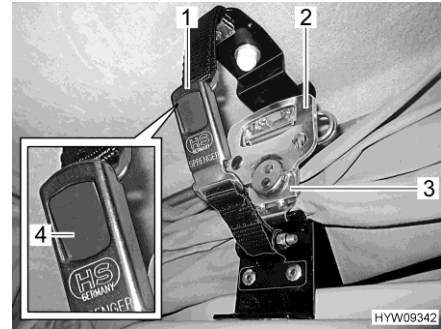

Bild 20 Verriegelung (Aufstelldach)
- Auf beiden Seiten Schnappschloss (Bild 20,1) öffnen. Dazu grauen Druckknopf (Bild 20,4) drücken.
- Jeweils Griff (Bild 20,2) des Schnellspannschlusses (Bild 20,3) ausklappen und eine halbe Umdrehung entgegen dem Uhrzeigersinn drehen. Die Verriegelung ist damit gelöst.